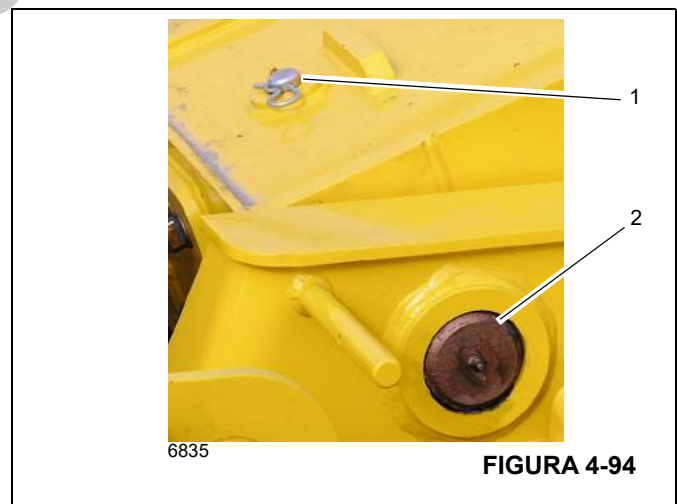

FIGURA 4-94
- Inserte el pasador de pinza y el pasador retenedor (1), (Figura 4-94) para fijar el eje de pivote (2), (Figura 4-94) de la pluma al conjunto de la superestructura.